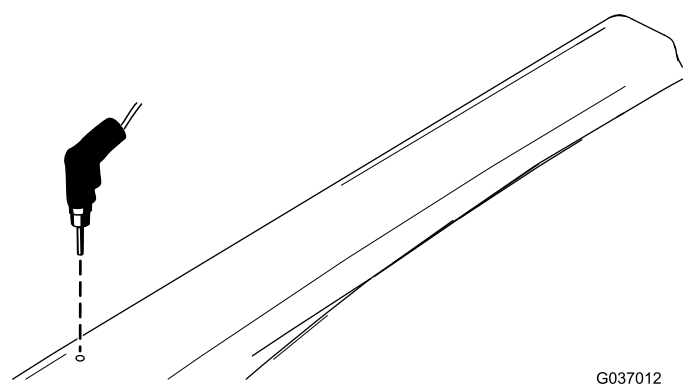

图13
15. 用车顶支撑架顶部的孔作为模板，在遮阳篷的两侧分别钻一个 7.9mm 的孔 (图13)。